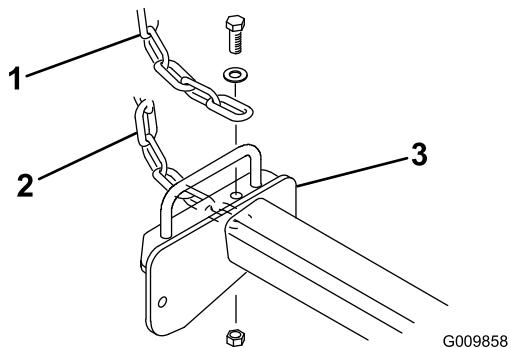

Figura 10
3. Fije una cadena de volteo a la parte superior del bastidor de cada unidad de corte de 27" y a la parte inferior del bastidor de cada unidad de corte de 32" con un perno, una arandela y una contratuerca (Figura 10).